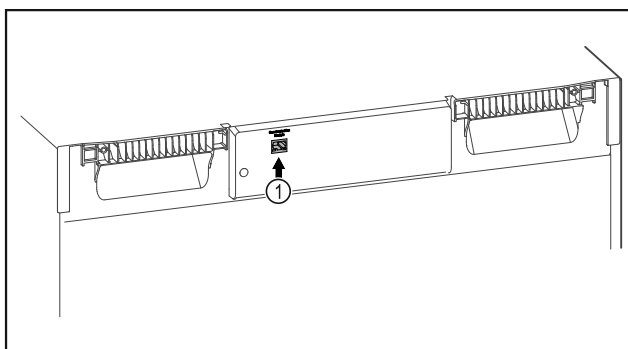

Fig. 150
- SmartModule Fig. 150 (1) är insatt.